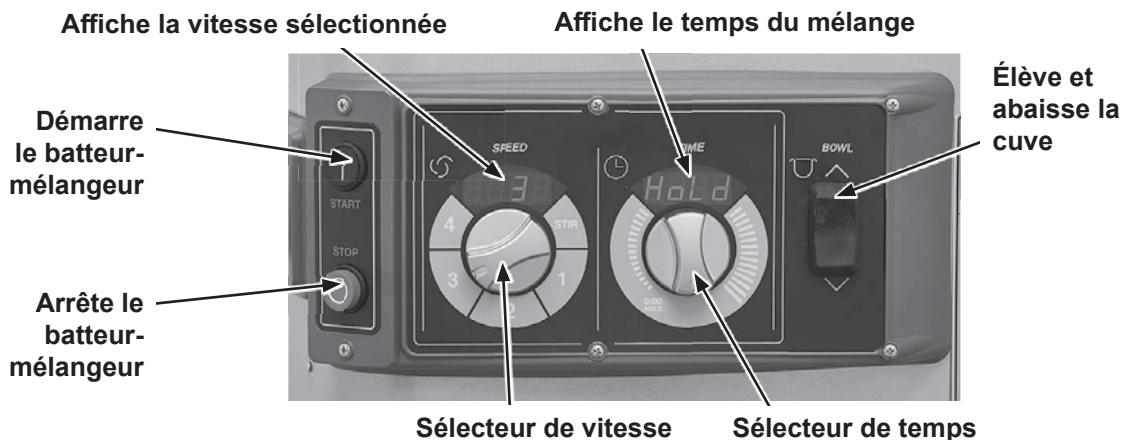
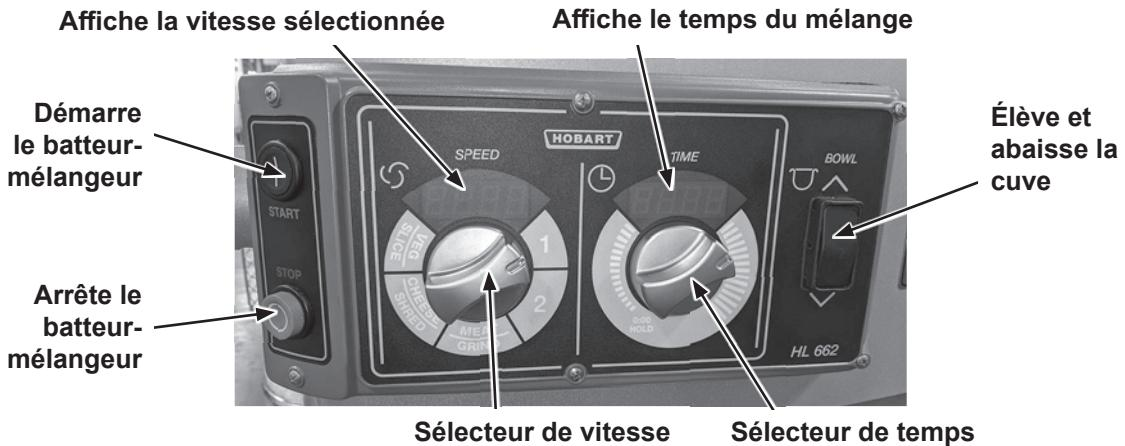
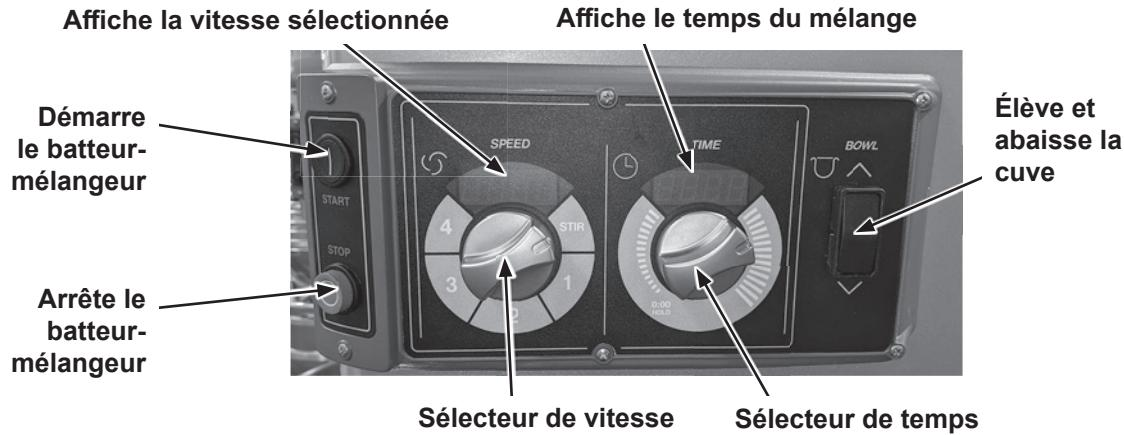

Fig. 6
Fig. 7
Fig. 8
1. Abaissez le porte-cuve en appuyant sur la flèche vers le bas du commutateur du monte-cuve (fig. 6, fig. 7 et fig. 8).
1. Abaissez la cuve en appuyant sur la flèche pointant vers le bas du commutateur du monte-cuve tout en la maintenant enfoncee (fig. 6, fig. 7 et fig. 8).
2. Abaissez la cuve en appuyant sur la flèche pointant vers le bas du commutateur du monte-cuve tout en la maintenant enfoncée (fig. 6, fig. 7 et fig. 8).